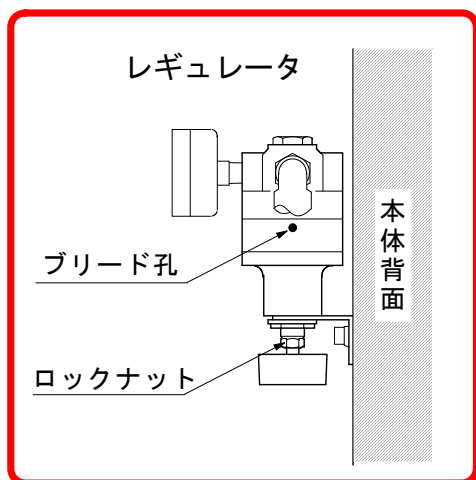

図 6-7
- ブリード孔（図6-7参照）からは、常に空気が放出されていますが、異常ではありません。